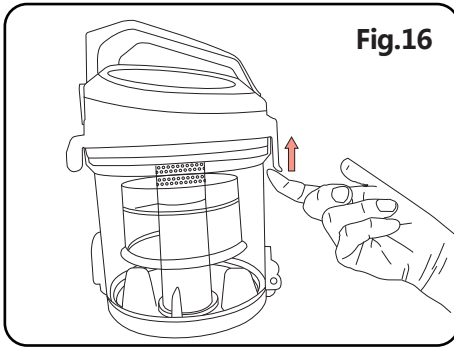

Fig.16
(3) Como en la fig.16, gire el anillo del filtro HEPA para separarlo del compartimento del depósito.